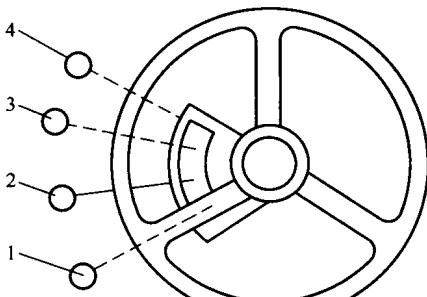

图 1-2 变速操纵杆操纵示意图
(8)变速操纵杆:位于转向盘立柱左侧,用于改变装载机行驶速度和进退方向。中间位置为空档。变速操纵杆向后拉一格为倒档。向前推一格为前进Ⅰ档;再向上抬、前推一格为前进Ⅱ档,其具体位置如图 1-2 所示。使用档位应由低到高。变换进退方向时,装载机须先停稳后,再进行换档。